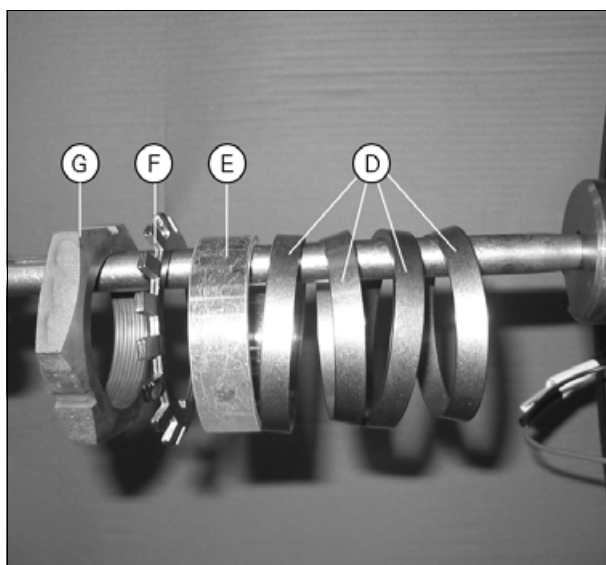

Рис. 17.
- Установите два набора крепежных элементов (D), дистанционную втулку (E), стопорную пластину (F) и центральную гайку (G) в порядке, показанном на *(рис. 17)*.
- Затяните центральную гайку (G) моментом 600 Nm.